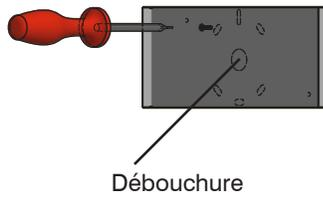

Figure 4
Si le câblage par conduit en surface est utilisé, retirer la débouchure appropriée par le côté ou le dessus du bloc d'alimentation pour correspondre au connecteur du conduit (figure 4).
2. Retirer la débouchure du trou du centre au haut du bloc d'alimentation pour le montage en suspension (figure 4).